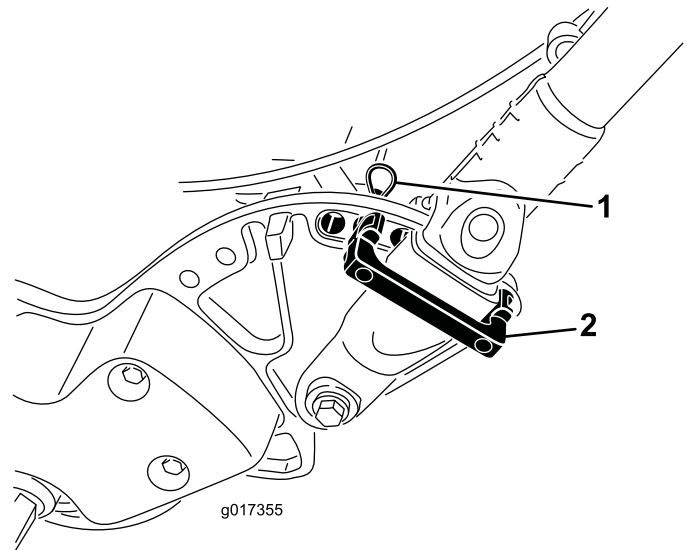

図 7
1. ハンドルを支えながら、ハンドルクランプをサイドプレートに固定しているケーブルタイを外す (図 7)。
2. 希望する高さ位置にハンドルをセットし、ハンドルクランプの上からハンドルリテーナを差し込んでサイドプレートの穴に通す (図 7)。
3. ヘアピンコッターでクランプを固定する (図 7)。